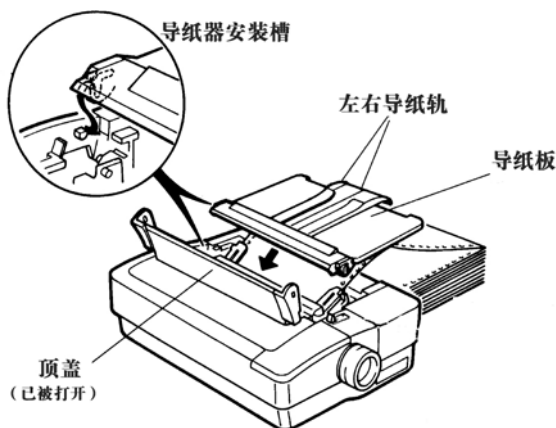

图 3-6 安装导纸板
6. 在进纸位置和出纸位置的分隔点（中间）安装导纸板，见图 3-6。安装导纸板时，应将打印机外壳上指向内部的两柱位滑入导纸板下角两侧的“L”型通道里，然后把导纸板往后倾斜。同时，把导纸板稍微往前移动。正确安装后，导纸板应与拖纸器位置平行。
7. 把导纸板的左右导纸轨移向中间位置，以免使打印纸在出纸时出现“塞纸”现象，见图 3-6。